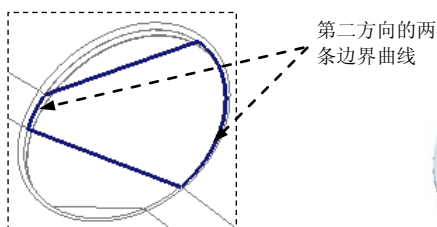

图 21.19 操作步骤 2
② 选取第二方向曲线。在操控板中单击第二方向曲线操作栏，按住 **Ctrl** 键，依次选取图 21.19 所示的第二方向的两条边界曲线。
(3) 在操控板中单击 **✓** 按钮，完成边界曲面 2 的创建。